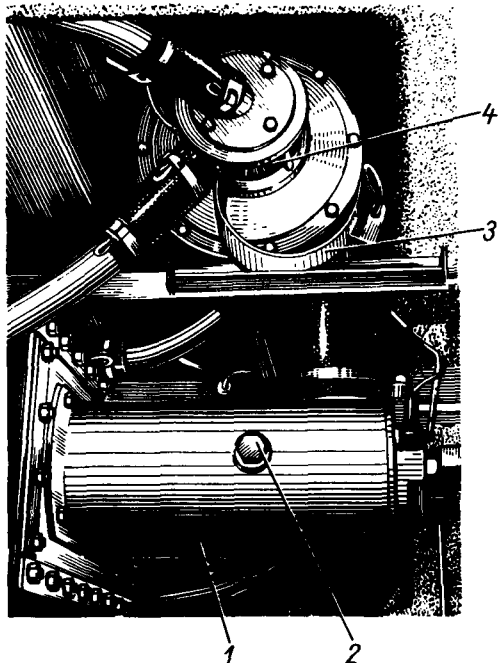

Рис. 73. Система подогрева (вид спереди)
б) при работе с прицепами, не создающими вертикальной нагрузки на задний мост, произведите догрузку заднего моста трактора путем установки балласта массой 2500—3000 кг (см. рис. 73);
– откройте крышку 3 выхлопного патрубка котла подогрева и выверните пробку 2 (рис. 73) смотрового отверстия горелки, откройте крышку 3 нагнетателя;